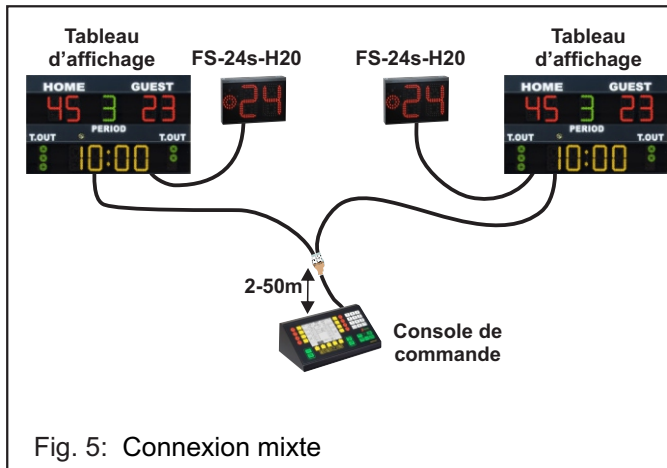

Fig. 5: Connexion mixte
3. Connexion mixte (combinaison des deux types précédents). Un exemple de ce type de connexion est illustré à la Fig. 5, où les sorties série des tableaux d'affichage sont utilisées pour la connexion aux plots 24 secondes.